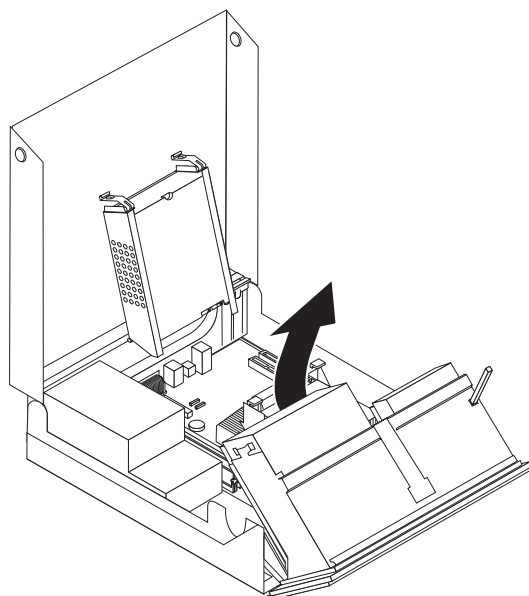

図6. ドライブ・ベイの旋回
2. 一部のモデルにおいては、内部構成部品にアクセスするためにドライブ・ベイを上方へ旋回し、そしてハードディスク・ドライブを上方へ旋回しなければならない場合があります。図6 を参照してください。